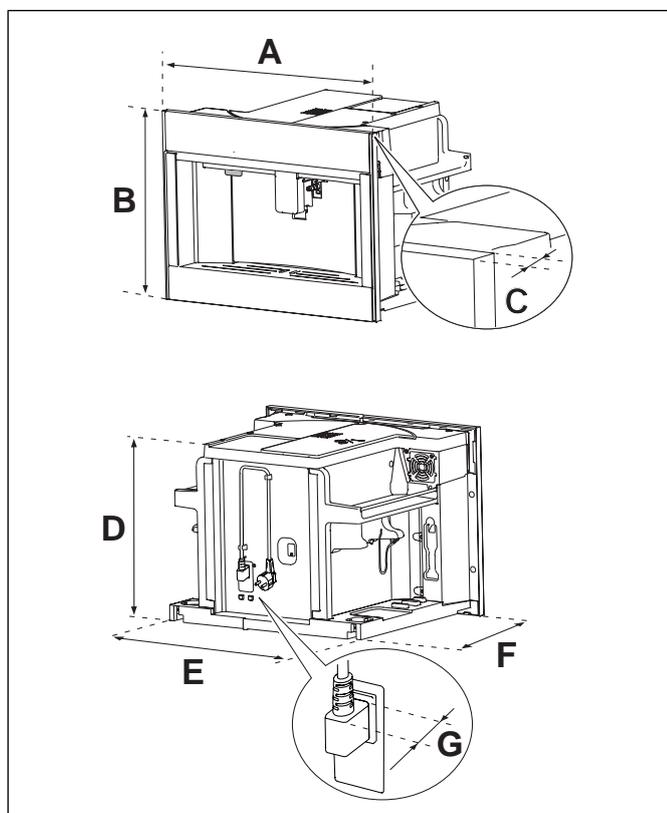
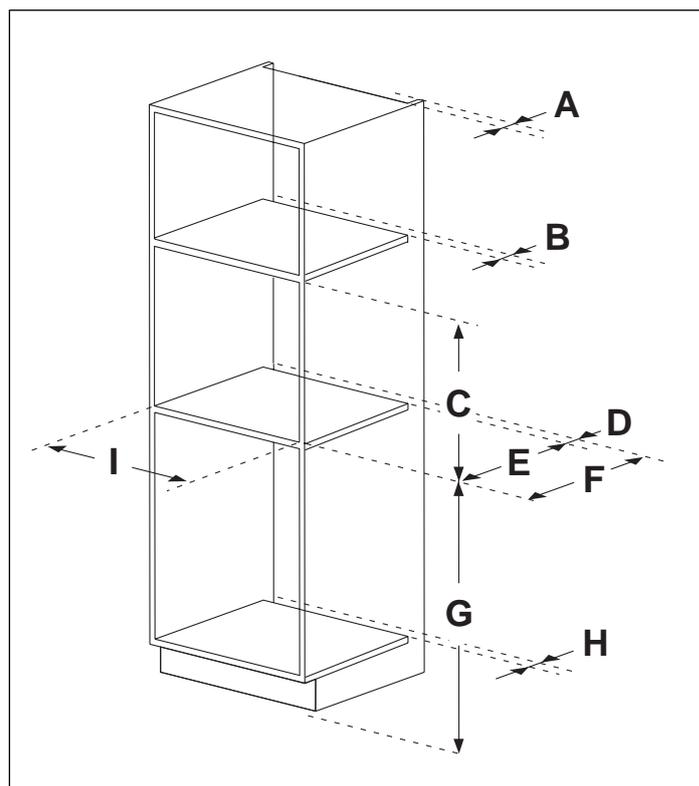

Fig. 2
Fig. 3
- Pour garantir une ventilation correcte, laissez un espace au bas du meuble (voir mesures en Fig. 2 et Fig. 3).